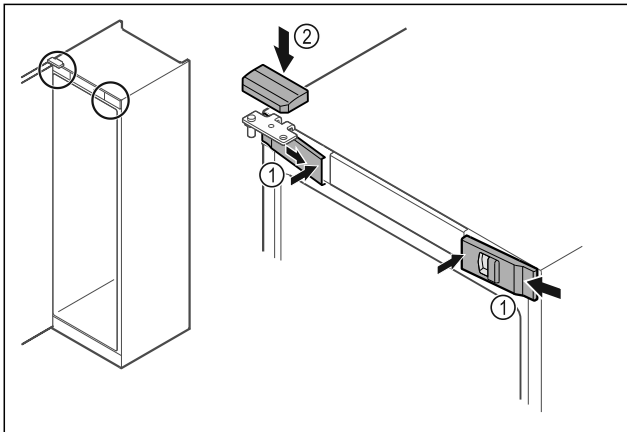

Fig. 55
- ▶ Передні кришки Fig. 55 (1) зачепити збоку та зафіксувати всередині.
- ▶ Зафіксуйте верхню кришку Fig. 55 (2) зверху.